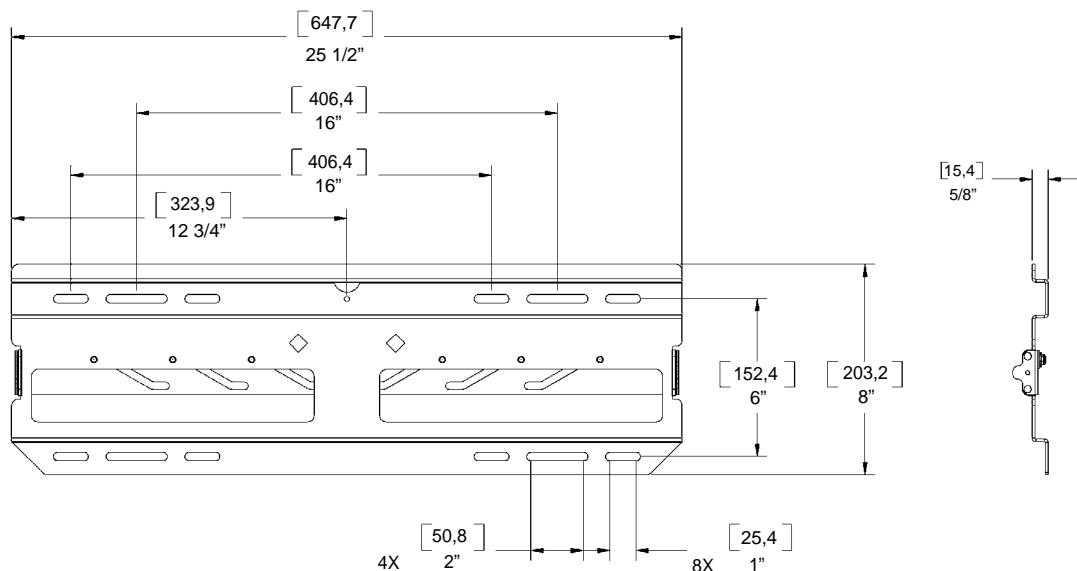

Abbildung 3. Stiftschraube anbringen
1. Eine geeignete Montagestelle festlegen und die Wandplatte (10) dort ansetzen (siehe „TEILELISTE“ auf Seite 3 und Abbildung 3).
3. Die Wandplatte (10) nivellieren und Löcher zum Verankern der Wandplatte vorbohren. Beim Bohren in Holzpfosten einen 15/64-Zoll-Bohrer (6 mm) verwenden.
4. Vier 5/16-Zoll-Stiftschrauben (8 mm) (80) und 5/16-Zoll-Unterlegscheiben (8 mm) (90) benutzen und die Wandplatte an der Wand befestigen.